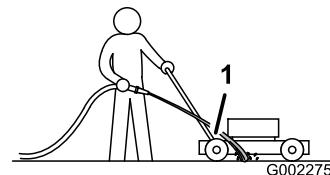

Bild 35
- Halten Sie den Wasserschlauch auf Griffhöhe und richten Sie den Wasserstrahl unmittelbar vor dem **rechten** Hinterrad auf den Boden (Bild 35).